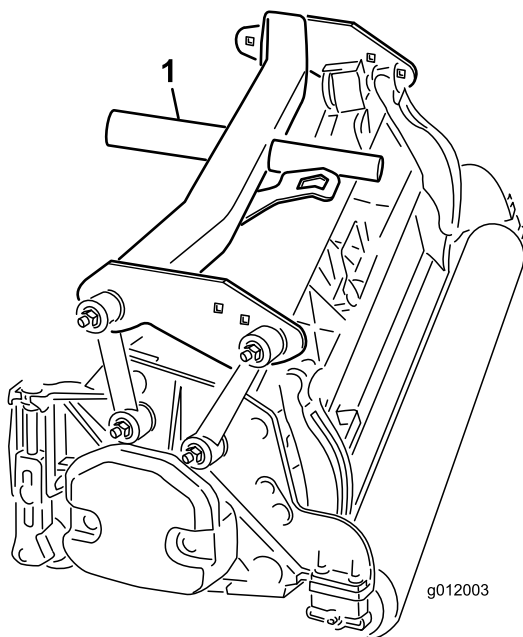

Bild 18
4. Setzen Sie den hinteren Trägerrahmen (Bild 18) auf das Heckmähwerk.